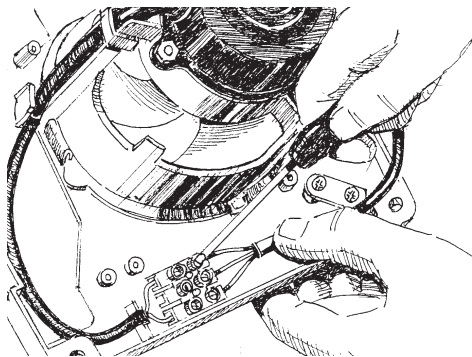

рис. 12
4. Подсоединить сетевой кабель к клеммной колодке (рис. 12).